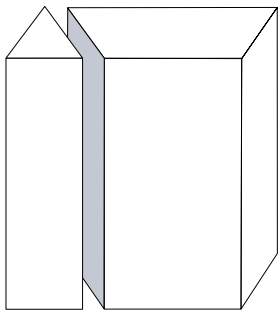

Fig. 5
- Eseguire innanzitutto un taglio obliquo con l'inclinazione del tetto corrispondente (vedere tagli obliqui fig. 5 - 7).